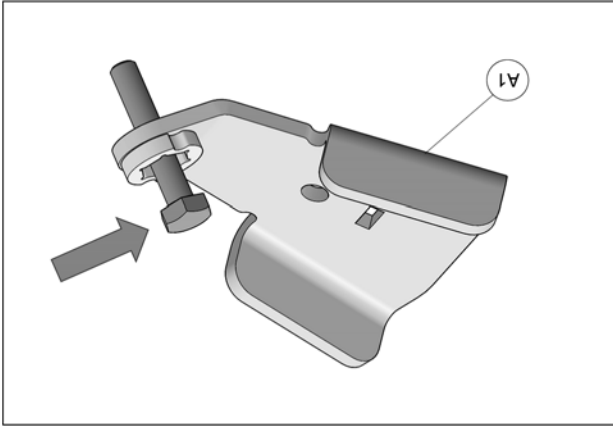

Fig. 16
4. Insérer un boulon dans chaque ancrage de suspension avant (A1), comme montré à la Fig. 16